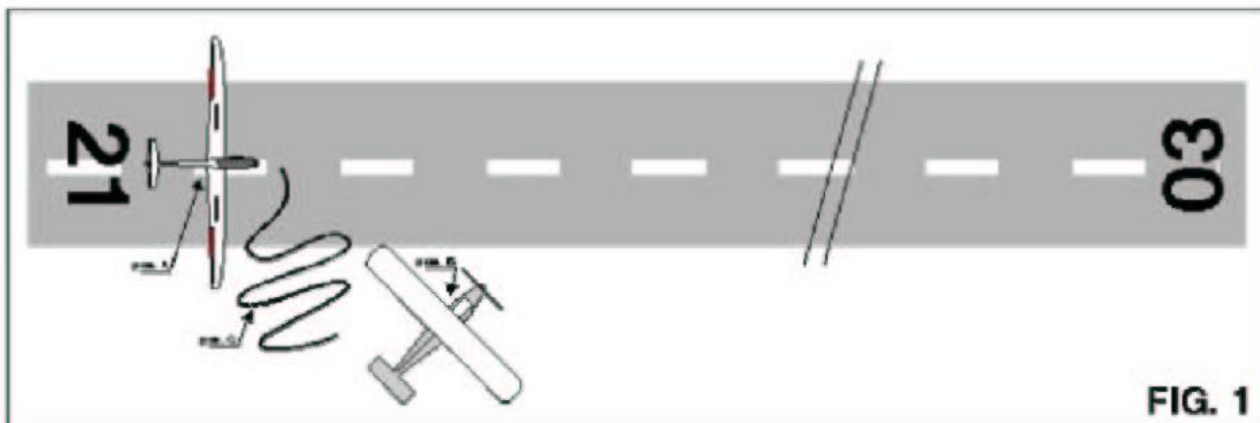

FIG. 1
Per le operazioni di aggancio, l'a/m deve posizionarsi vicino al bordo destro della pista con un'angolazione di 45° rispetto all'asse pista (fig. 1 pos. B). Questa posizione consente di osservare sia l'aliante e sia parte del circuito di traffico sinistro.
- Utilizzo appropriato cavo di traino steso nella pos. C fig.1.